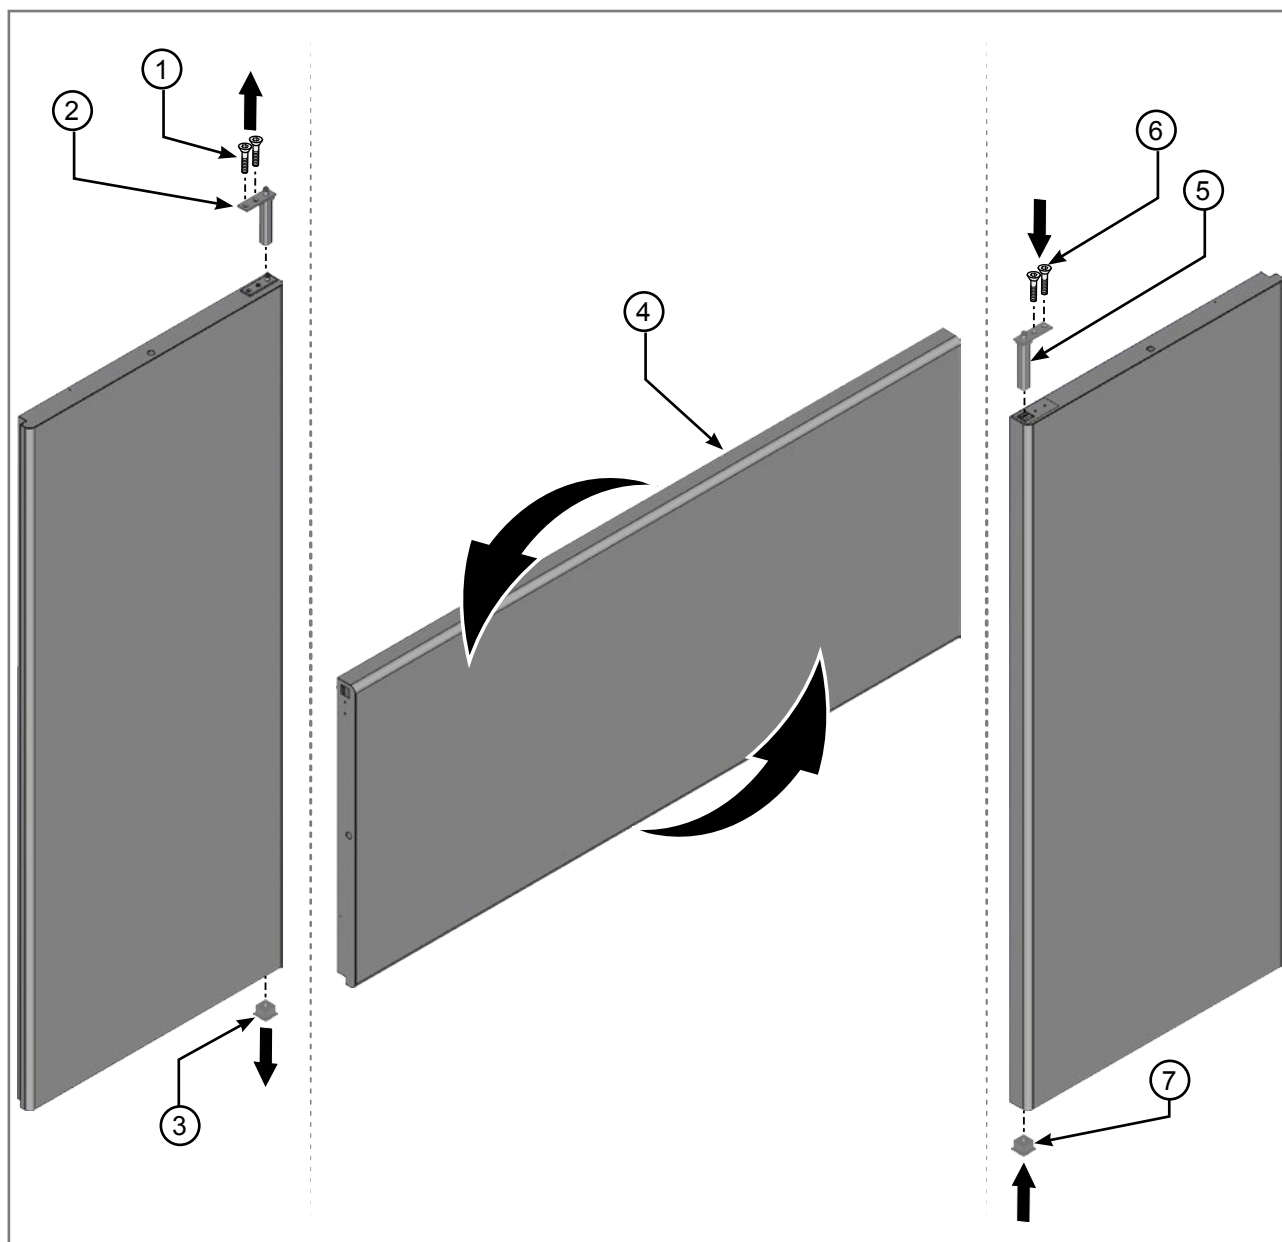

Abb. 3.20 - Schrauben für Türangeln
- Die 2 Schrauben der Türangel (1 – Abb. 3.20) lösen.
- Die Türangel entfernen (2 – Abb. 3.20).
- Die Buchse entfernen (3 – Abb. 3.20).
- Die Tür um 180° drehen (4 – Abb. 3.20).
- Die Türangel einsetzen (5 – Abb. 3.20).
- Die 2 Schrauben der Türangel festziehen (6 – Abb. 3.20).
- Die Buchse einsetzen (7 – Abb. 3.20).